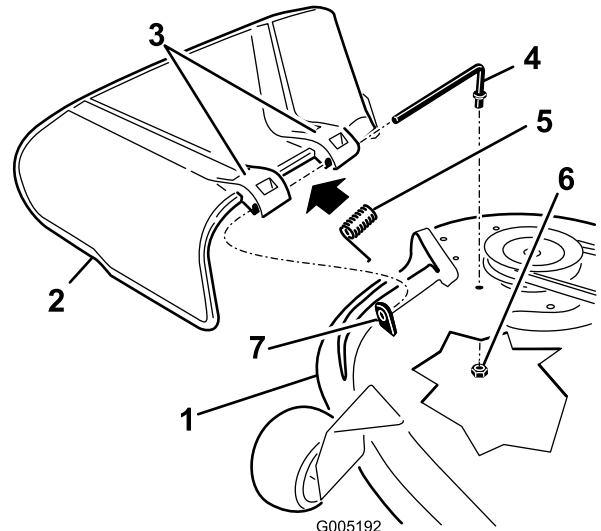

Figura 67
1. Retire la tuerca ($\frac{3}{8}$ ") de la varilla (debajo del cortacésped) (Figura 67).
2. Retire la varilla del espaciador corto, del muelle y del deflector de hierba (Figura 67).
4. Instale el deflector de hierba nuevo (Figura 67).
7. Deslice la varilla por el segundo soporte del deflector de hierba (Figura 67).
- Sujete el extremo trasero de la varilla al cortacésped con una tuerca ($\frac{3}{8}$ "), según se muestra en Figura 67.